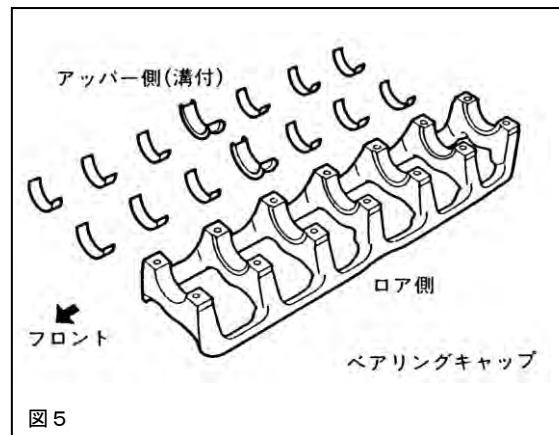

図5
- 3.1 シリンダブロック及びベアリングキャップにクランクメタル（上下）を取付けてください。（図5）